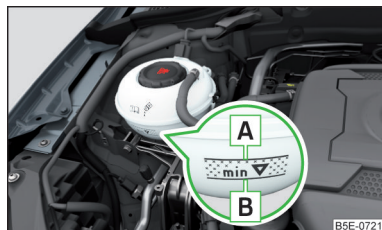

Fig. 319
Verificar el estado del líquido refrigerante - el líquido refrigerante tiene que estar entre las marcas **A** y **B** » fig. 319. Si el estado del líquido refrigerante está debajo de la marca **B**, rellenar el líquido refrigerante.
La **especificación** del líquido refrigerante se encuentra en el depósito de compensación del líquido refrigerante » fig. 319.
- No rellene el depósito de líquido refrigerante por encima de la marca **A** » fig. 319. El líquido refrigerante puede ser presionado por el calentamiento del sistema de refrigeración - Existe el peligro de un daño de las partes del vano motor.